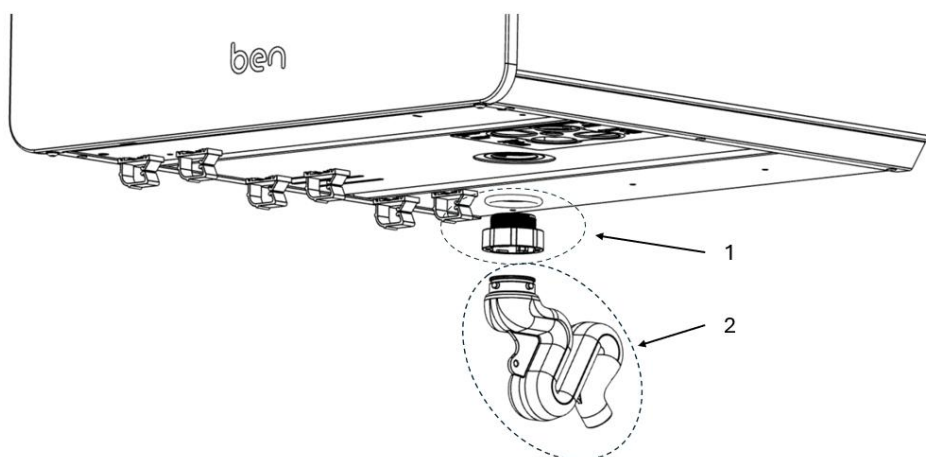

Fig. 6-10 - Condensafvoer sifon onder BEN
Draai de schroefbus met o-ring onder in de BEN stevig vast (fig. 6-10 (1)). Steek de sifon in de schroefbus en draai de sifon ca. 30 graden om te borgen (bajonet sluiting) (2). De uitloop van de sifon loopt in driptray die de gehele unit bedekt. Er hoeft geen slang op de sifon te worden aangesloten.